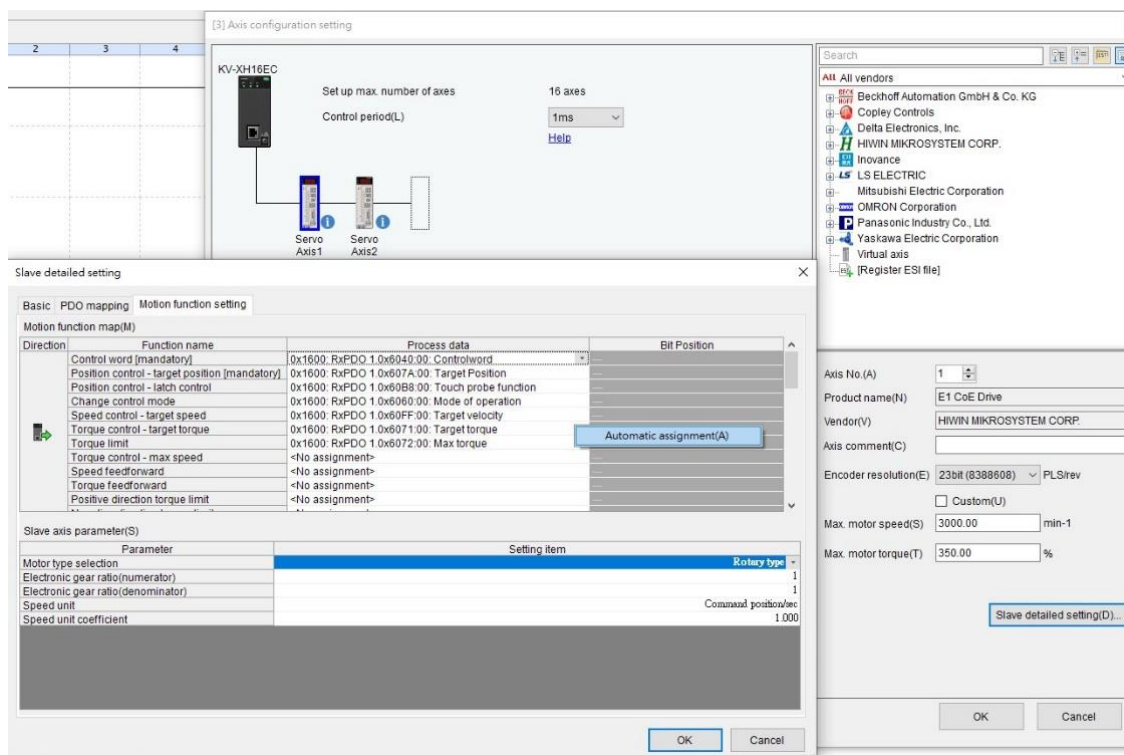

図 1.2
2. モーション機能設定で、図 1.2 に示すように、自動割り当ての右ボタンをクリックします。